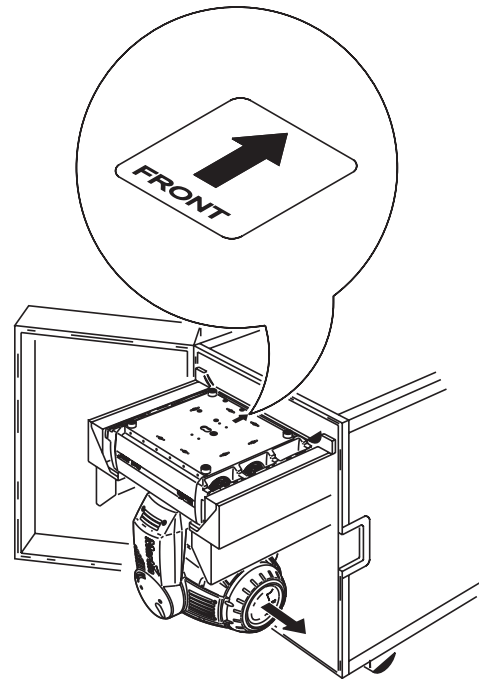

Figure 3: Posición de transporte
- 5 Inclinar la cabeza de forma que quede orientada como se muestra en la Figure 3. Bloquear la cabeza en posición horizontal. No bloquear el yugo.